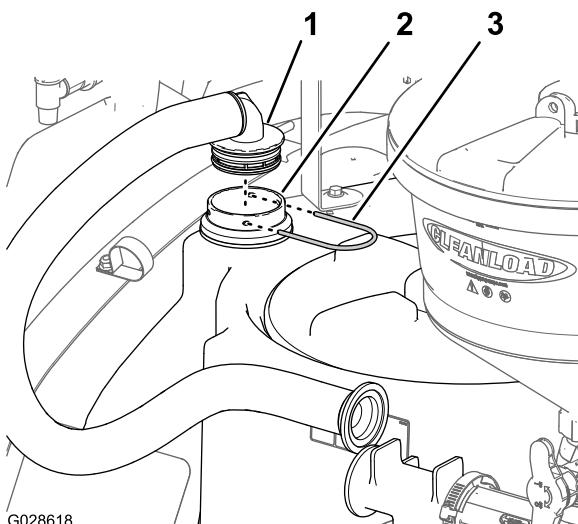

Figura 23
- Insira a união roscada de 90° do tubo do depósito na união do anteparo (Figura 23) que instalou no passo 2 de Instalação do anteparo União (página 10).
2. Fixe a união 90° à união do anteparo com a fixação (Figura 23).